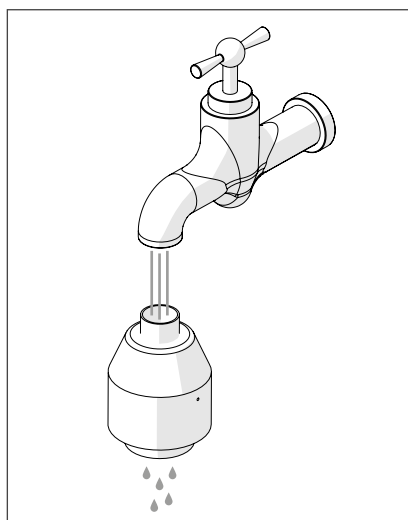

Fig. 13
7. Rincer le catalyseur à l'eau tiède (fig. 13).